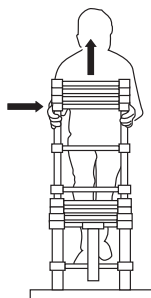

Fig. 1
4. Folosește-te de ambele mâini pentru a prinde treapta care corespunde înălțimii de care ai nevoie (fig. 1) și ridic-o în sus până când știfturile de blocare se fixează în poziție (schema 2 pentru prima treaptă, schema 5 pentru restul treptelor).